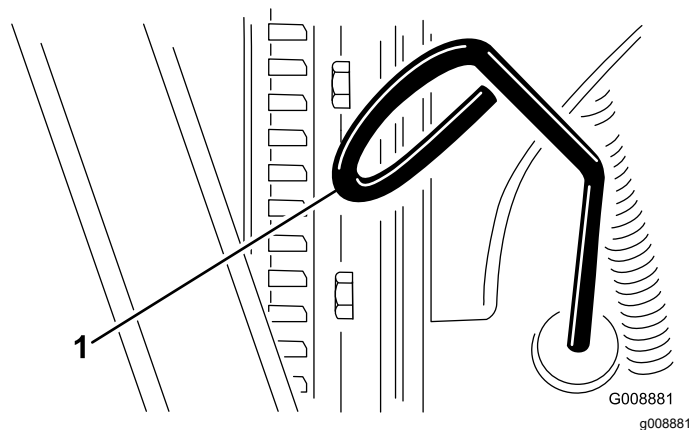

Figura 59
3. Togliete l'asta di livello, asciugatela e reinsertetela (Figura 59).